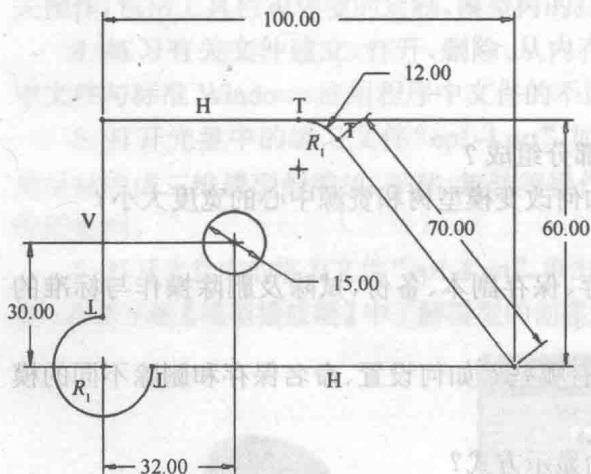
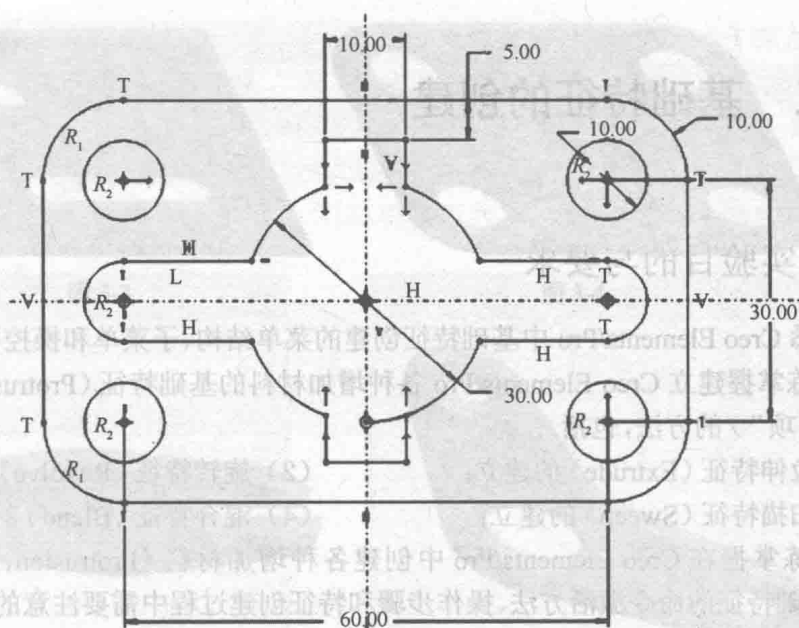

图 2-1
图 2-12
2. 应用二维参数化草图的绘制与尺寸标注的方法和技巧分别完成图 2-1 至图 2-12 参数化草图的绘制; 并分别以 ep2-1 ~ ep2-12 的名称保存在自己的工作目录下, 以备后续课程的上机实验调用。